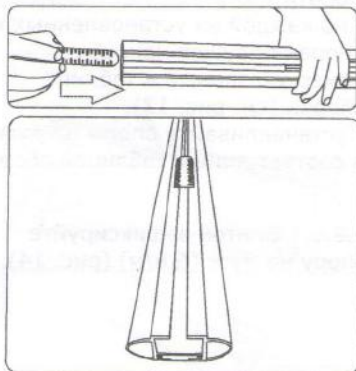

рис. 10
1.2.7 Возьмите из комплекта дугу. Вставьте подготовленную линейку в паз дуги закруглённым концом вперёд и шкалой наружу (рис. 10)